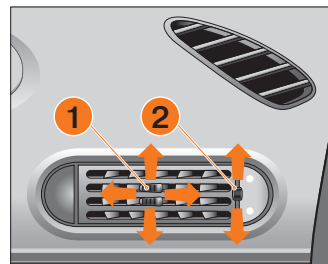

Рис. 56. Боковые дефлекторы
**Боковые дефлекторы** (рис. 56). Направление подачи воздуха регулируется рычагом направляющих лопаток боковых дефлекторов **1** путём изменения положения заслонок вверх или вниз, а регулятор интенсивности подачи воздуха **2** открывает или закрывает полностью боковые дефлекторы.